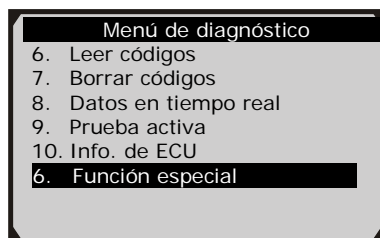

Figura 8.20
- 1) En **Menú de diagnóstico** (Figura 8.20), use el botón **ARRIBA/ABAJO** para seleccionar la opción **Función especial** y realizar la prueba de ABS. El escáner muestra la siguiente pantalla.
- 1) En **Menú de diagnóstico** (Figura 8.20), use el botón **ARRIBA/ABAJO** para seleccionar la opción **Prueba activa** y realizar la prueba de accionador. El escáner muestra la siguiente pantalla.